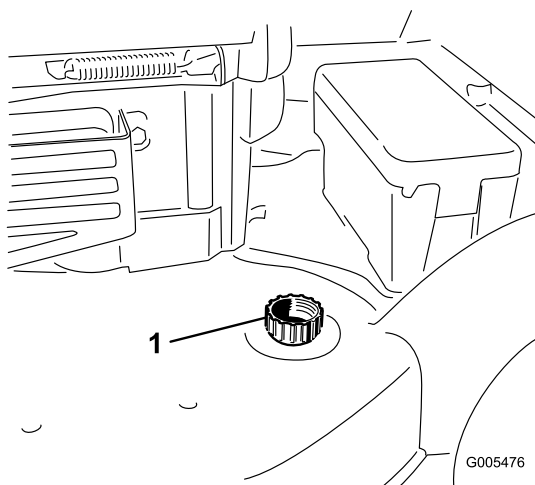

Figure 43
3. Branchez un tuyau d'arrosage, relié à une arrivée d'eau, au raccord de lavage du carter de la tondeuse (Figure 43).